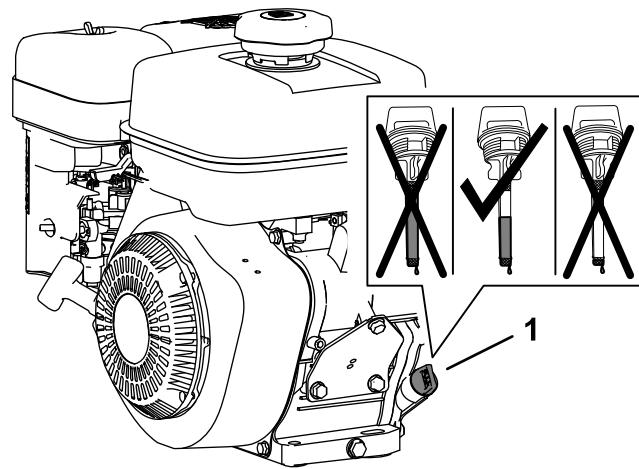

Figura 15
- Versate lentamente 0,6 litri dell'olio specificato nella coppa dell'olio del motore attraverso il collo del bocchettone (Figura 15).
- Togliete l'asta di livello dal collo del bocchettone e osservate il livello dell'olio sull'asta (Figura 15).
- Togliete l'asta di livello dal collo del bocchettone del motore e pulitela con un panno (Figura 15).
- Serrate manualmente l'asta di livello nel collo del bocchettone (Figura 15).